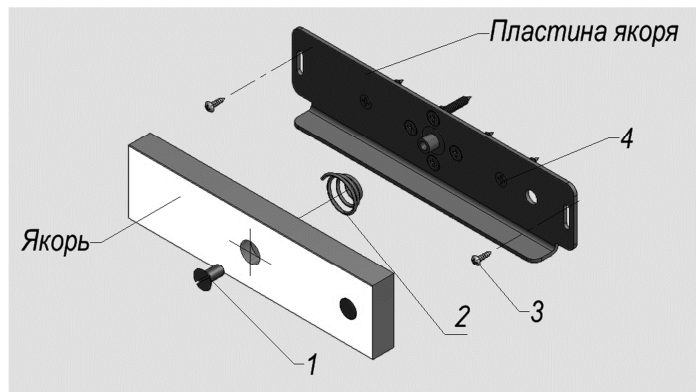
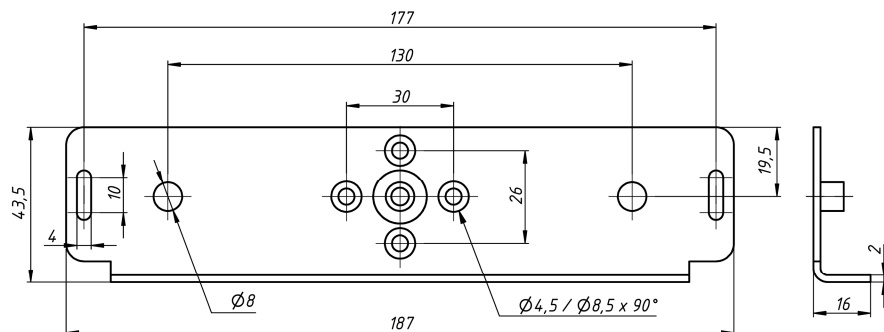

Рис.2
Рис. 6 Пластина крепления якоря
В комплекте поставки замка **AL-350FB-02** элементы крепежа якорной части заменены комплектом крепления якоря **350P** (рис.2):
- комплект крепления якоря **350P** (Рис.2).
Якорь замка для варианта поставки **AL-350FB-02** устанавливается без сверления монтажных отверстий в двери и без штифта. Якорь соединяется с пластиной (Рис.6) винтом М6х12 через амортизирующую пружину и затем через регулировочные пазы в пластине крепится саморезами (поз.3 рис.2) к двери. После окончательной регулировки взаимного положения корпуса и якоря при закрытой двери саморезы (поз.3) затягиваются, якорь снимается с пластины и выполняется крепление пластины к двери саморезами (поз.4), после чего якорь снова устанавливается на пластину.